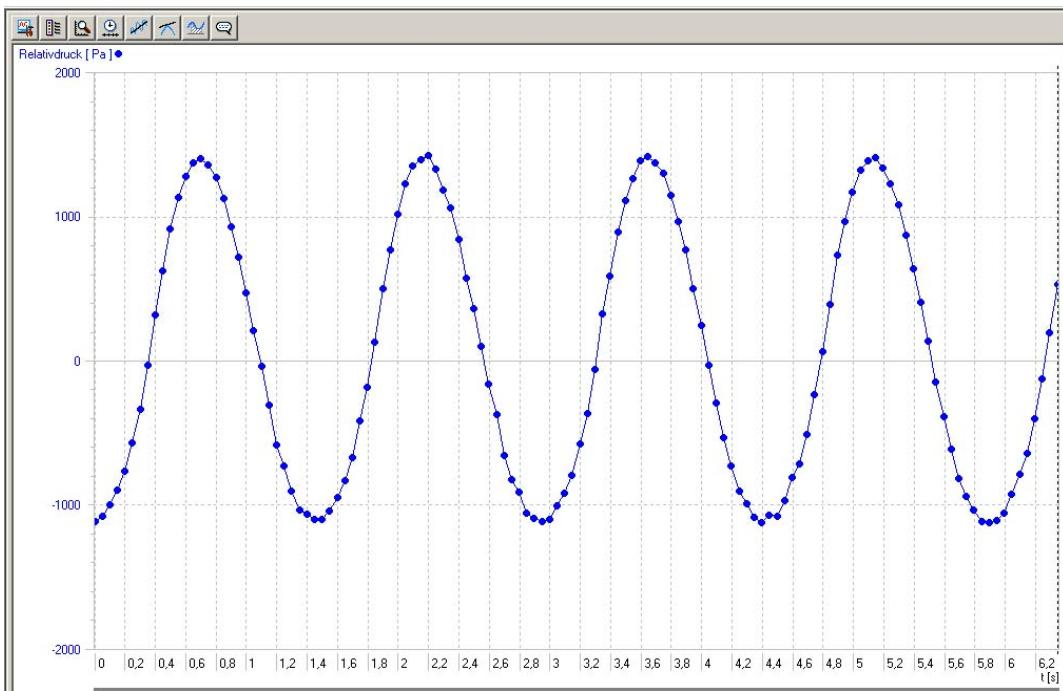

Fig. 2 Ação da pressão no motor Stirling segundo Wilke
- Fazer a avaliação da curva de medição (fig. 2).